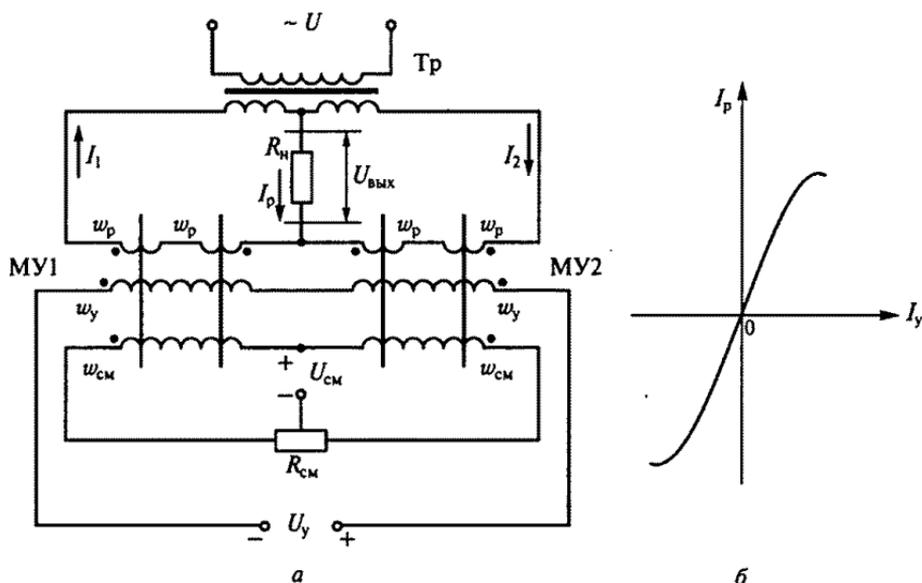

Рис. 276
12.26. На рис. 276, *а* приведена дифференциальная схема реверсивного магнитного усилителя, состоящего из двух нереверсивных магнитных усилителей МУ1 и МУ2. При подаче напряжения смещения $U_{см}$ статические характеристики усилителей МУ1 и МУ2 смещаются в разные стороны, в результате чего статическая характеристика реверсивного усилителя определяется как разность характеристик нереверсивных усилителей (рис. 276, *б*).
12.27. Чему равен в любой момент времени ток I_p в нагрузке с сопротивлением R_n реверсивного магнитного усилителя, показанного на рис. 276, а?
12.28. Как изменится фаза тока в нагрузке I_p реверсивного магнитного усилителя, показанного на рис. 276, при изменении полярности тока управления I_y ?
12.29. Какое утверждение о токах I_1 и I_2 рабочих обмоток усилителей МУ1 и МУ2 в дифференциальной схеме, показанной на рис. 276, верное?
12.30.Р. Коэффициенты усиления по току K_{I1} и K_{I2} соответственно нереверсивных МУ1 и МУ2 в дифференциальной схеме, показанной на рис. 276, равны 10^3 . Чему равен коэффициент усиления K_I реверсивного магнитного усилителя?